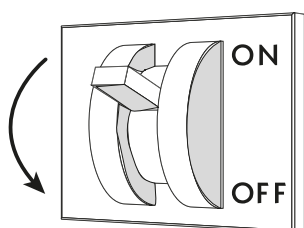

Abb. 28
- Trennen Sie das Kühlmöbel mit Hilfe des Wandschalters vom Stromnetz ("Abb. 28").